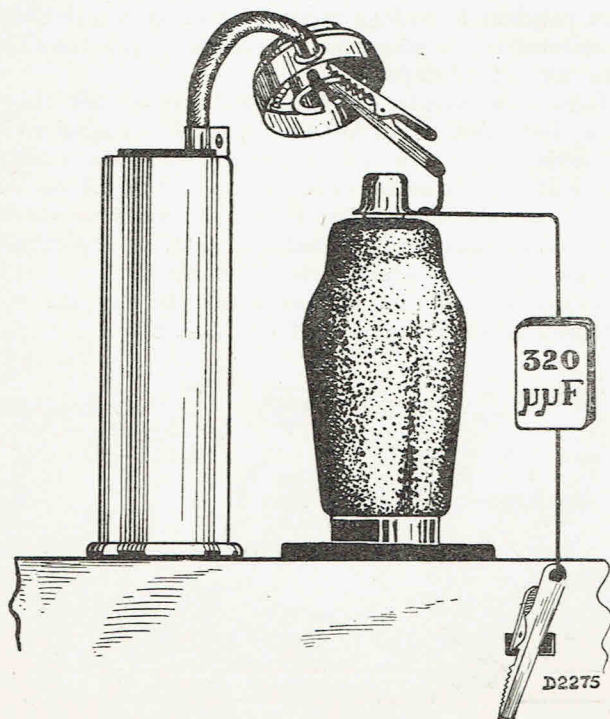

Fig. 4
11. Dérégler le 2^e circuit à l'aide d'un condensateur 320 $\mu\mu\text{F}$ entre la grille de L2 et le châssis (voir fig. 4).